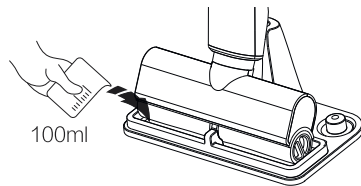

Fig.10
- Extraer los rodillos de su anclaje (Fig.10)